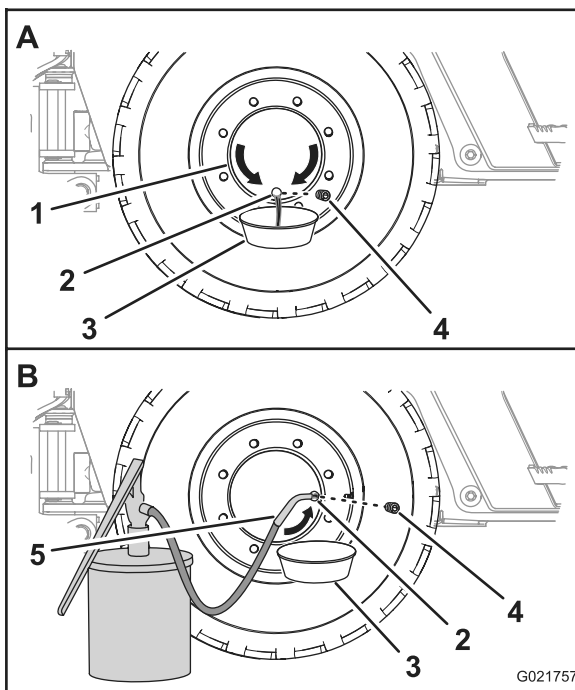

Bild 85
1. Bewegen Sie die Maschine vorwärts oder rückwärts, bis die Ölablassschraube für die Radnabe auf 6 Uhr steht (Bild 85).
- Stellen Sie eine Auffangwanne unter die Öffnung der Radnabe (Bild 85).
- Entfernen Sie die Ablassschraube und lassen das Öl vollständig vom Planetengetriebe ablaufen (Bild 85).
- Bewegen Sie die Maschine vorwärts oder rückwärts, bis die Ölwanne für die Radnabe entweder auf 3 Uhr oder 9 Uhr steht (Bild 85).